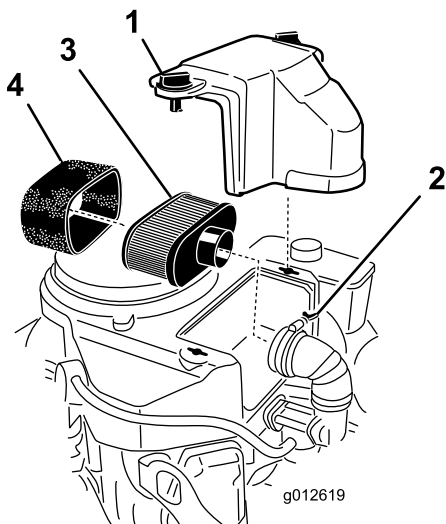

Figure 46
3. Nettoyez la surface autour du filtre à air pour éviter que des impuretés n'endommagent le moteur en tombant à l'intérieur (Figure 46).
4. Dévissez les boutons du couvercle et déposez le couvercle du filtre à air (Figure 46).
5. Dévissez le collier et déposez le filtre à air (Figure 46).
6. Sortez délicatement l'élément en mousse de l'élément en papier (Figure 46).
1. Nettoyez l'élément en papier en le tapotant pour faire tomber la poussière. Remplacez-le s'il est très encrassé (Figure 46).
1. Glissez délicatement l'élément en mousse sur l'élément en papier (Figure 46).
2. Posez le filtre à air complet sur sa base ou sur le flexible et fixez-le en position (Figure 46).
3. Mettez le couvercle du filtre en place et serrez les boutons (Figure 46).